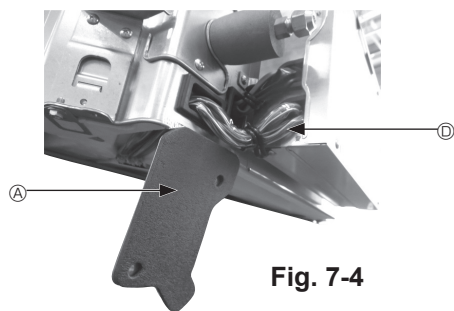

Fig. 7-4
- ① Demontați cele două șuruburi de fixare a protecției cablului de la unitatea principală, apoi deschideți capacul.
- ② Direcționați cablurile senzorului i-See și ale receptorului de semnal prin intrările de cablu ale casetei cu componente electrice, așa cum este indicat în diagramă și în jurul bușelor de pe partea laterală a unității principale. (Fig. 7-4)